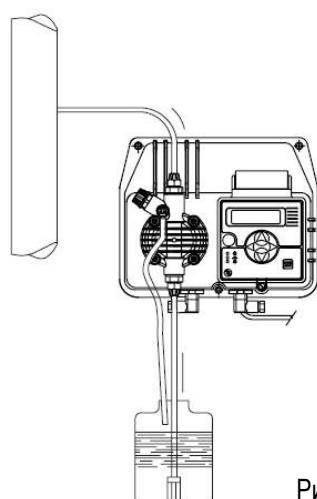
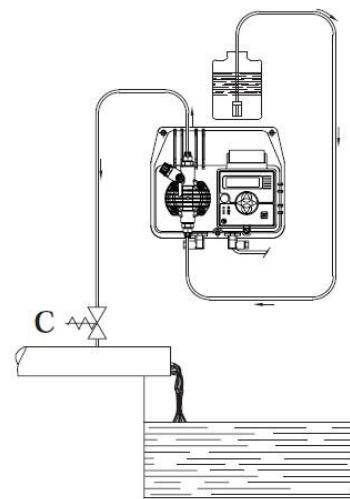

Рис. 5
Рис. 6
c. – Розмістіть насос, як показано на рис. 5, враховуючи, що його можна встановлювати, як вище, так і нижче рівня дозуючої рідини, при цьому перепад рівнів не повинен перевищувати 2-х метрів. Якщо система працює при атмосферному тиску (без зворотного), а ємність з реагентами розташована вище насоса (рис. 6) необхідно часто перевіряти стан клапана вприску, тому що його знос може викликати попадання реагенту в систему навіть при вимкненому насосі. Якщо дана проблема з'являється, Вам необхідно встановити антисифонний клапан С між точкою викиду і клапаном. Не встановлюйте насос над ємністю з хімічними препаратами, що виділяють велику кількість парів, за винятком випадків, коли ємність герметично закупорена.